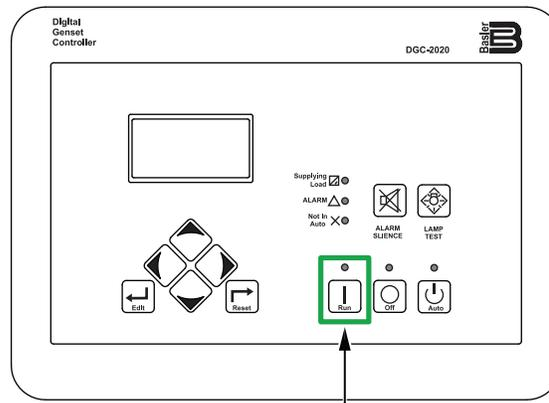

Figure 75. Contrôleur numérique (bouton « Run » (Marche))
7. Appuyez sur le **bouton « Run » (Marche)** (Figure 75) pour démarrer le moteur.